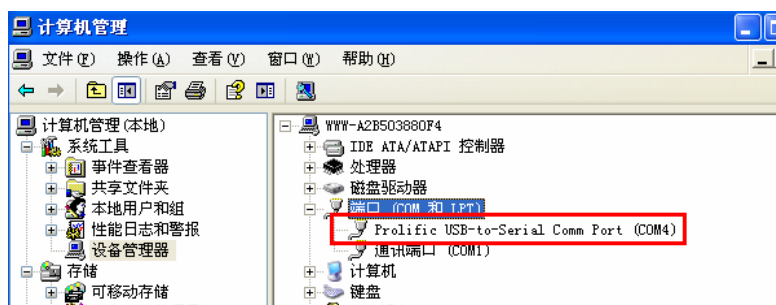

图 5-63 查看端口
- 3) 将 STM32 神舟 51+ARM 的 USB 口与电脑的 USB 相连，然后打开设备管理器，查看是否识别到了一个 USB 转串口设备，我这里的是 COM4 接口如图 5-63 所示